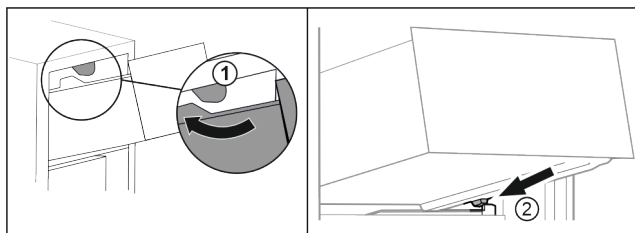

Fig. 111
- Ved'te zásuvku podél horních zářezek. Fig. 111 (1)
- Nasad'te zásuvku šikmo za dolní zářezky na žebrování na nádoby. Fig. 111 (2)